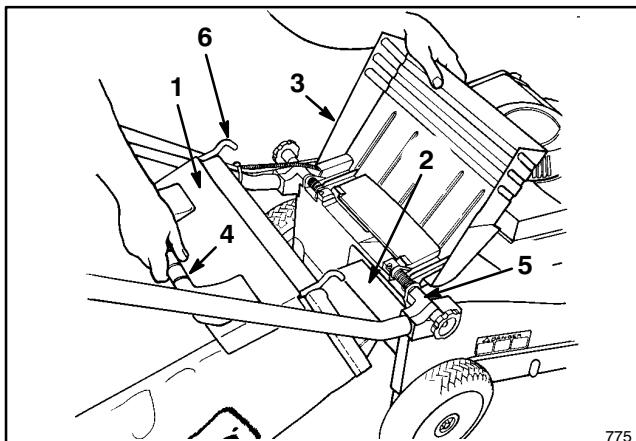

Figure 5
1. Soulever le volet de l'éjection, glisser le rail attaché au sac dans l'ouverture d'éjection et accrocher le cadre du sac sur la portion arrondie des supports de montage (fig. 5).